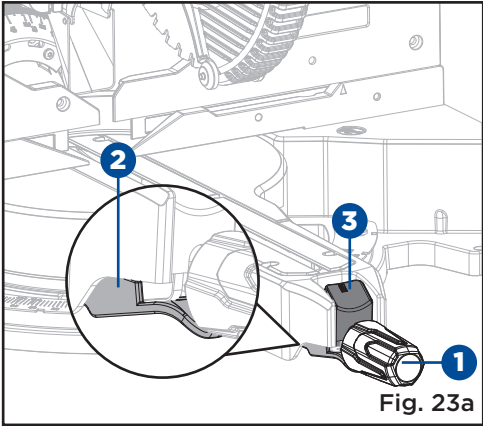

Fig. 23a
**COUPE D'ONGLET (FIG. 23a-23b)**